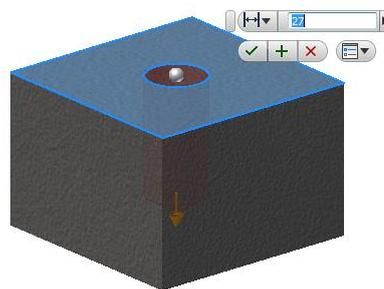

Рис. 4.9. Выбор грани для размещения отверстия
3. Укажите грань для размещения отверстия  примерно в ее центре (рис. 4.9).